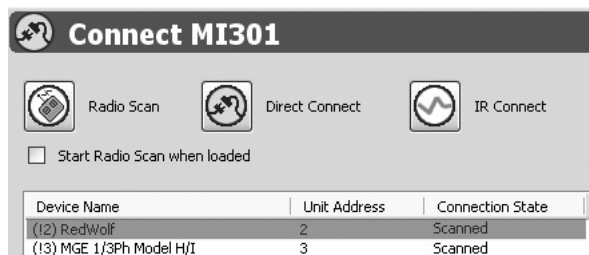

Рис. 26 Выбор устройства
9. Выберите подключаемый насос и нажмите [Connect] (подключить). Смотрите рис. 26 и 27.